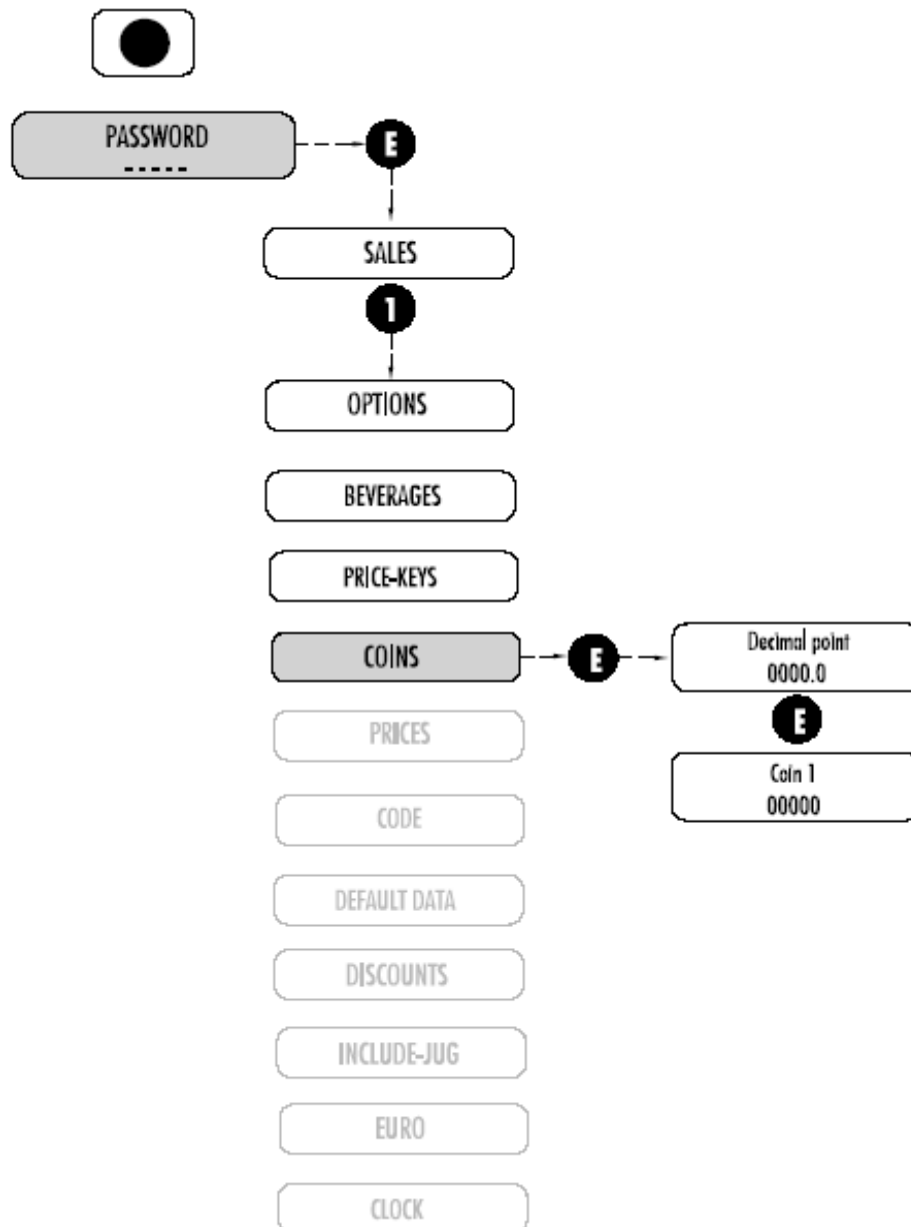

Рис. 7.8
7.2.7 УСТАНОВКА КОЛИЧЕСТВА МОНЕТ (Рис. 7.8)